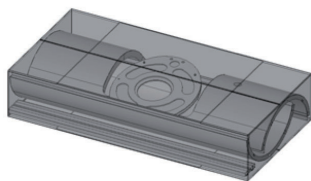

FIG. 3 - IMBALLO FIANCHI E TOP
- Una scatola di cartone contenente il top e i fianchi Fig. 3 (la scatola verrà imballata nel bancale dei refrattari).